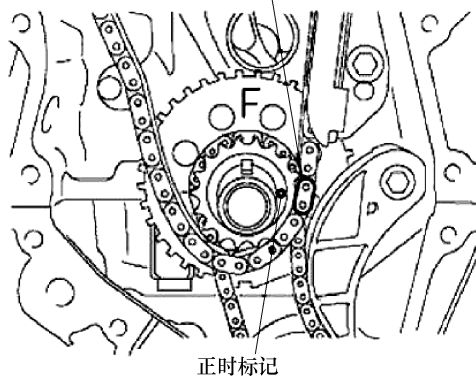

图 1-283 对准正时链正时标记
③ 用扳手固定凸轮轴的六角部位, 并逆时针转动凸轮轴正时齿轮以对准标记板(橙色)和正时标记, 然后安装链条。
④ 用扳手固定凸轮轴的六角部位并顺时针转动凸轮轴正时齿轮。
⑤ 对准标记板(黄色)和正时标记, 并将链条安装到曲轴正时齿轮上(图 1-283)。